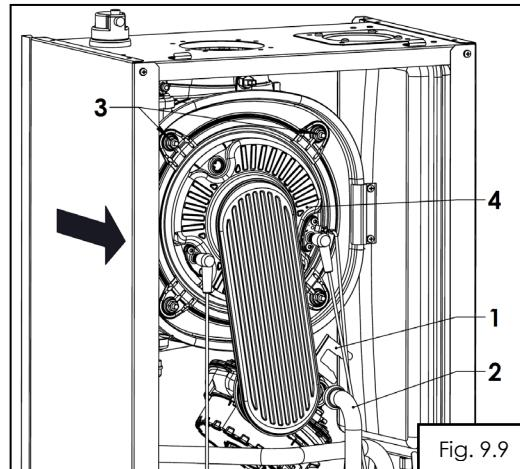
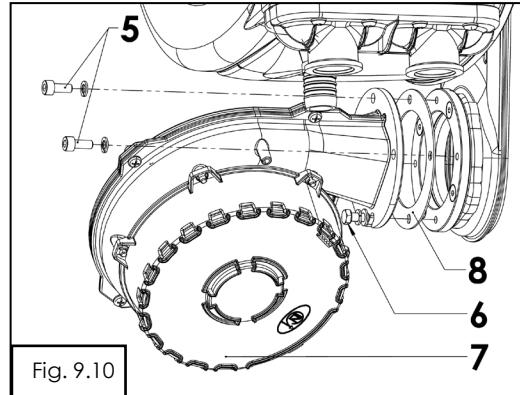

Fig. 9.9
Fig. 9.10
Inlocuirea ventilatorului (fig. 9.9 si fig.9.10) presupune urmatoarele operatii:
- se verifica vizual daca ventilatorul se roteste, daca nu se inlocuieste (vezi fig. 9.10);